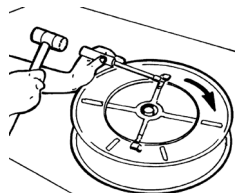

FIG 7
- Lift the tangs on the drum by a screwdriver and rotate the spring housing centre in order to release it from the drum. Fig. 7.
- Lossa tungorna på fjäderkassetten med en skruvmejsel och vrid kassetten så att den lossas från trumman. Fig.7.